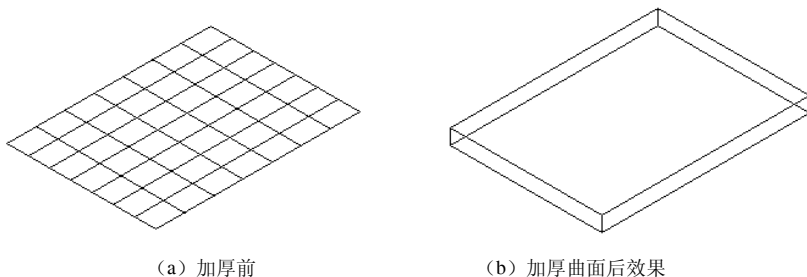

图 8-7 加厚曲面前后效果图
厚度是使特定对象具有三维外观的特性。对象的三维厚度是对象于所在的空间位置向上或向下延伸或加厚的距离。正的厚度按 Z 轴正向向上拉伸, 负的厚度按 Z 轴负向向下拉伸。零 (0) 厚度表示对象没有三维厚度。Z 方向由创建对象时的 UCS 的方向确定。可以对具有非零厚度的对象进行着色, 也可以在其后面隐藏其他对象。使用加厚命令可以向对象添加三维厚度, 如图 8-7 所示。